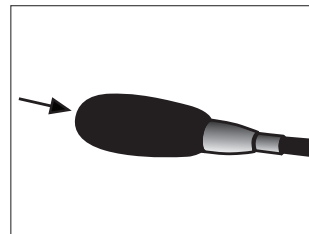

Figura 5
5. Deslize o pára-brisas sobre a cabeça do microfone para eliminar a respiração e o ruído de estalo. (Figura 5)